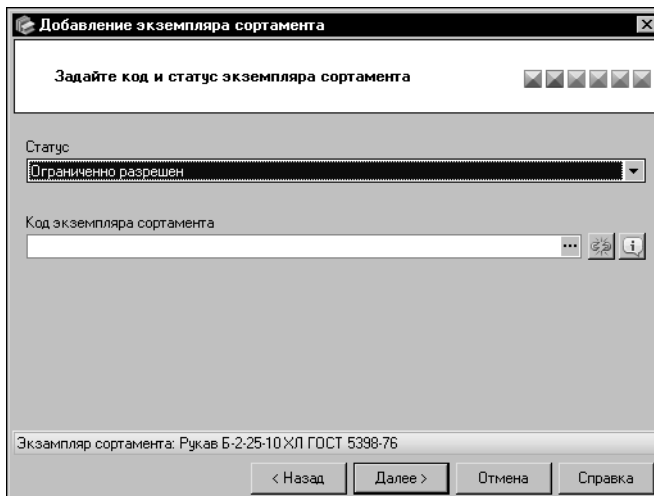

Рис. 6.60. Мастер добавления экземпляра сортамента: шаг 2
5.В окне второго шага мастера (рис. 6.60) из раскрывающегося списка **Статус** выберите вариант *Ограничено разрешен*.